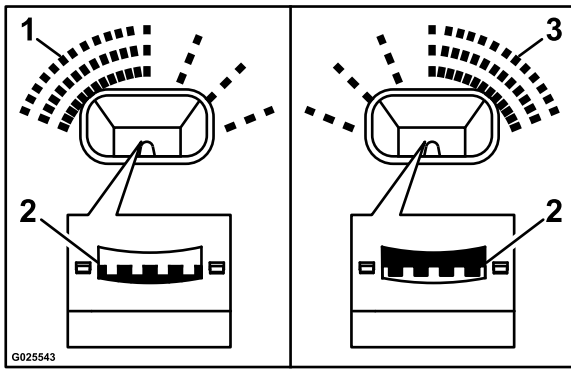
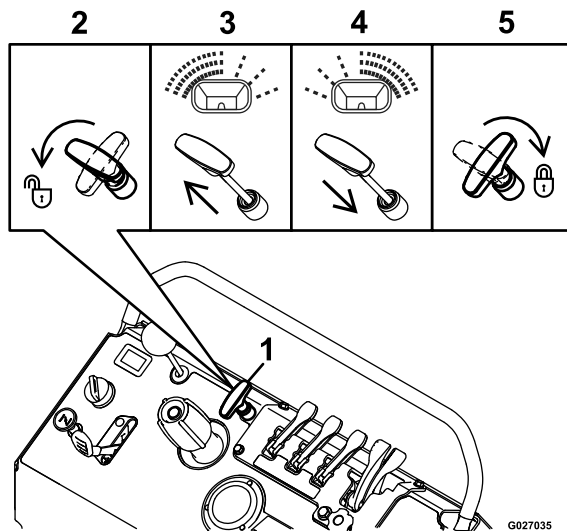

Figure 30
Figure 31
Si l'épandage s'effectue de manière inégale d'un côté à l'autre, trop léger/lourd d'un côté (voir Figure 30 et Figure 31), réglez la commande de répartition comme suit :
1. Débloquez la commande de répartition en tournant la poignée dans le sens antihoraire de 90 degrés, comme montré en 2 sur la Figure 31.
- Si l'épandage est trop important sur le côté gauche de la machine, tirez légèrement la commande de répartition vers le haut; voir 3 sur la Figure 31.
- Si l'épandage est trop important sur le côté droit de la machine, poussez légèrement la commande de répartition vers le bas; voir 4 sur la Figure 31.
3. Bloquez la commande de répartition en tournant la poignée dans le sens horaire de 90 degrés; voir 5 sur la Figure 31.